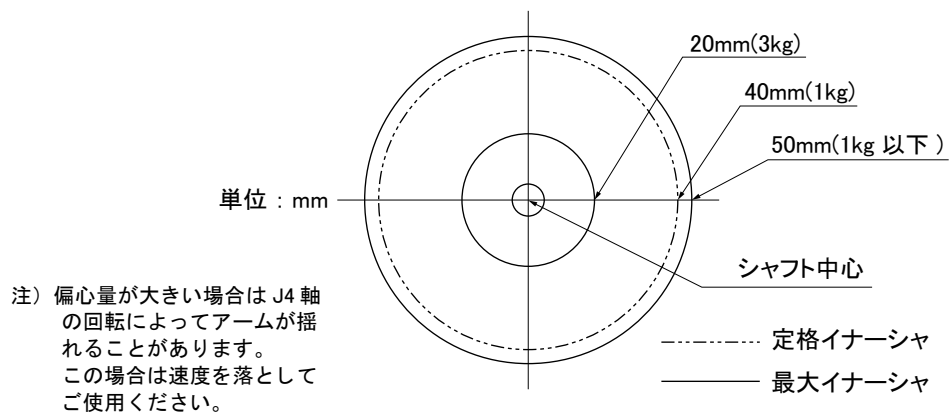

図 2-7 : RH-3FRHR シリーズの負荷重心位置 (比較的負荷体積が小さい場合)
- (2) 図 2-3 ～ 図 2-7 に負荷の体積が比較的小さい場合の重心位置の分布寸法を示しています。図を参考にしてツーリングの設計をしてください。